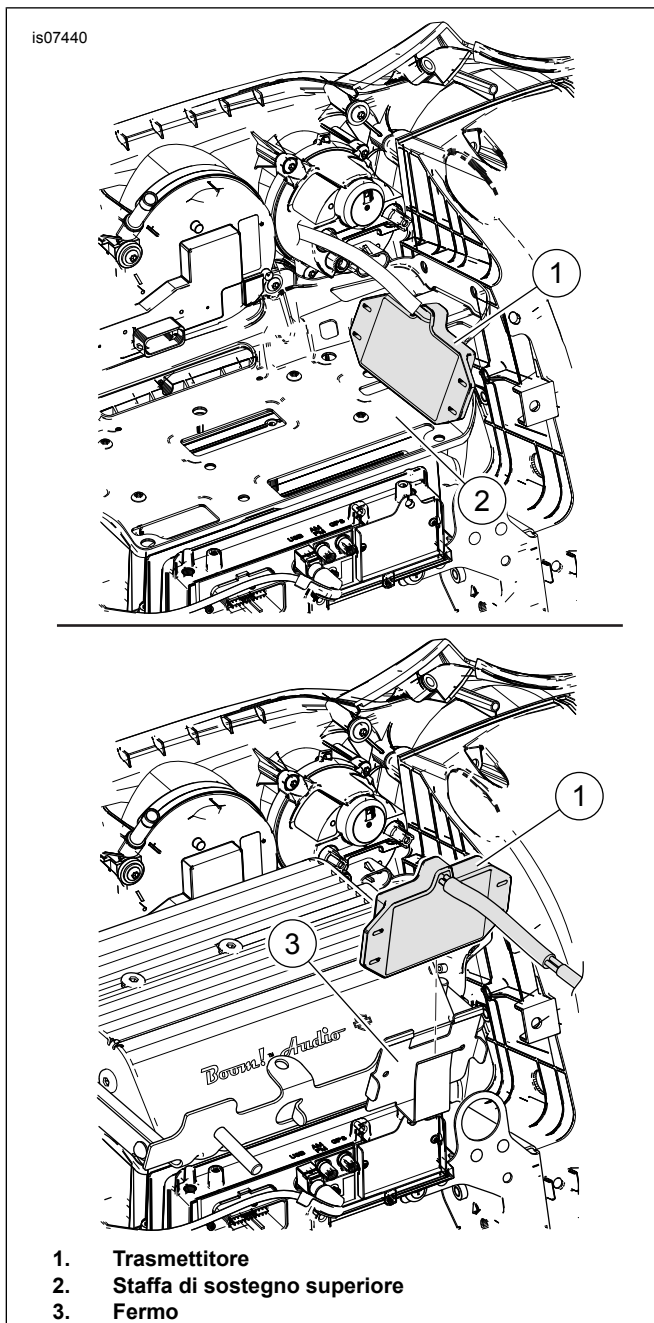

Figura 13. Montaggio del trasmettitore (modelli Touring FLHT e FLHX o Trike 2014-2016)
2. Vedere Figura 13 **Modelli SENZA amplificatore montato sulla carenatura:**
- b. Montare il trasmettitore (1) sul lato sinistro della staffa superiore di sostegno.
- a. Inserire il trasmettitore (1) nel fermo (3) sulla parte anteriore della staffa di montaggio dell'amplificatore.